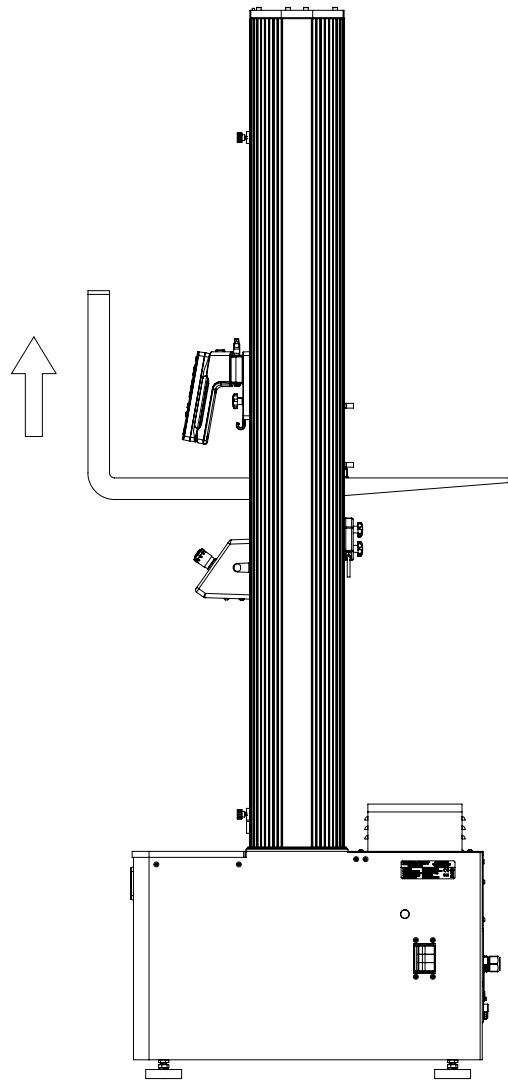

Abbildung 23. Anheben des Prüfrahmens an der Traverse
1. Polstern Sie die Gabel oder die Traverse, um die Traverse zu schützen, und fahren Sie die Gabeln vorsichtig zwischen den Säulen unter die Traverse. Siehe Abbildung 23 auf Seite 79.